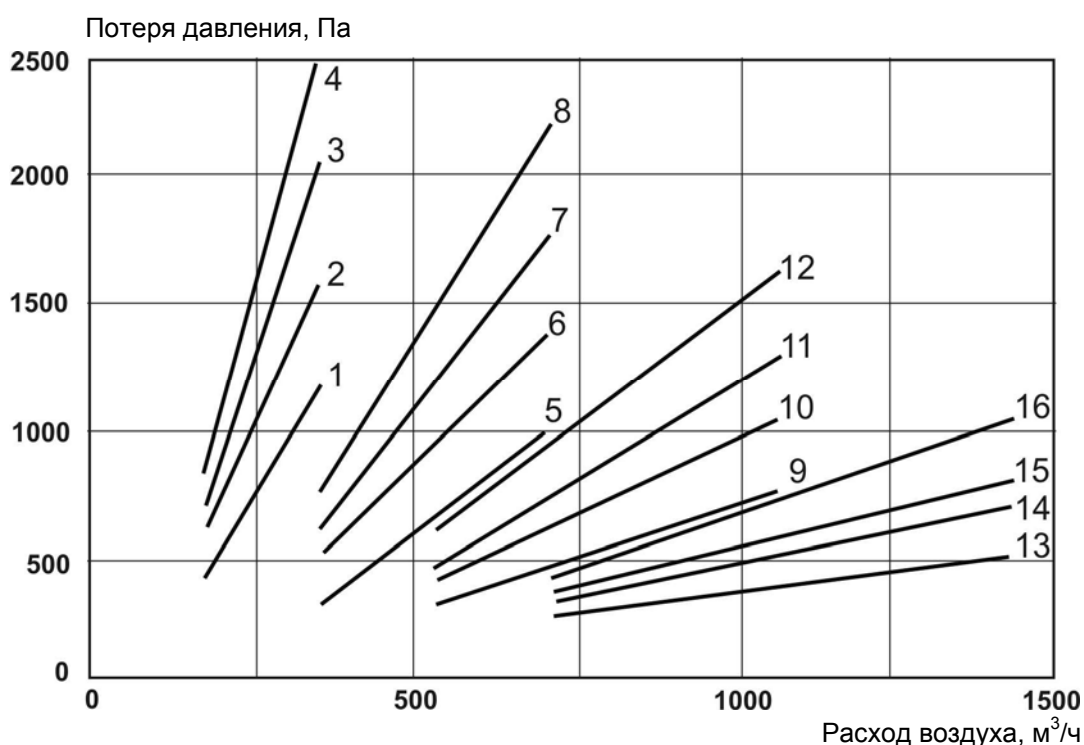

Рис. 2.3
2.4. Аэродинамическая характеристика вытяжной катушки SER-P с полностью размотанным термостойким гофрированным шлангом модели EH-PV приведена на рис. 2.3.